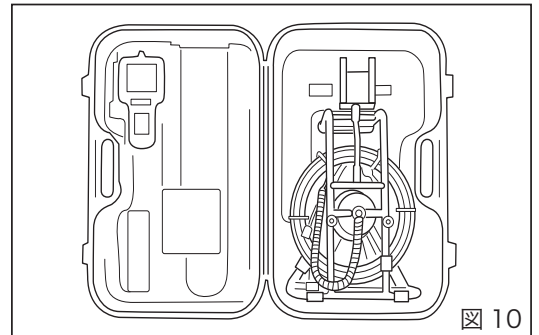

図 10
- ① 運搬の際には専用のキャリングケースを使用し、モニタ本体、ケーブルドラムを所定の場所に入れてください。(図 10)